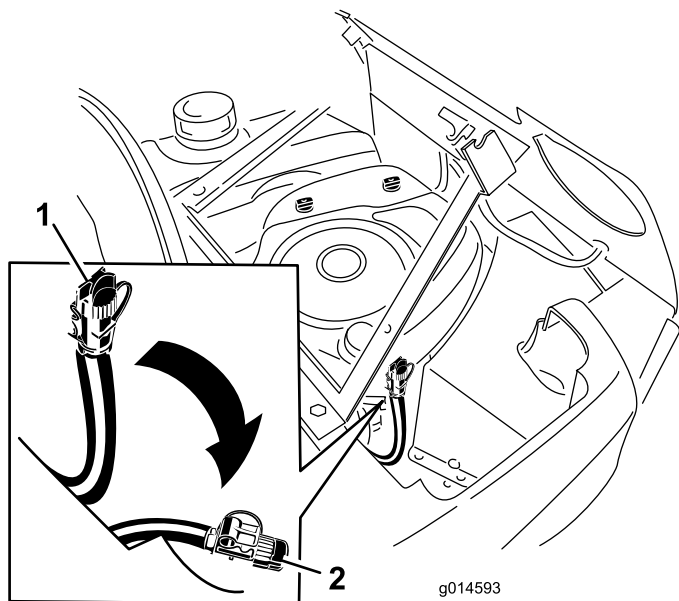

Figura 36
6. Desconecte el clip del tubo de vaciado de la cubierta del motor y baje el tubo (Figura 36).
7. Coloque un recipiente debajo del tubo de vaciado. Abra el tapón del tubo de vaciado de aceite para que se drene el aceite (Figura 36).
8. Cuando se haya drenado todo el aceite, cierre la tapa y conecte el tubo a la cubierta del motor (Figura 36).